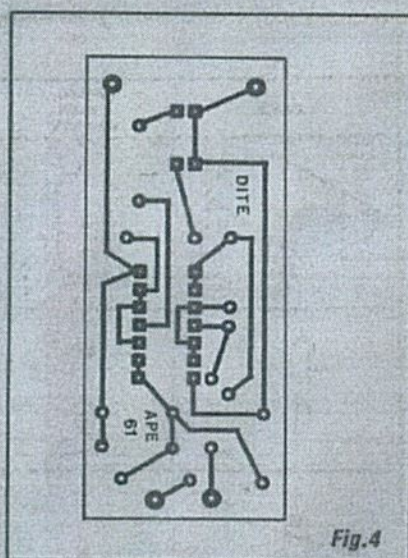

Fig. 4
- FIG. 4 - LAY OUT DO CIRCUITO IMPRESSO ESPECÍFICO - De muito fácil realização, a placa do Impresso específico mostra um padrão de ilhas e pistas pouco "congestionado" (as partes cobreadas são vistas em preto, na figura, escala 1:1...), mesmo porque os componentes são poucos e foram propositalmente distribuídos de forma não muito "apertada"... Ainda assim, as dimensões e formas finais resultaram elegantes, compactas e práticas para a acomodação no pretendido *container* (mais detalhes nas próximas figuras...). Na traçagem, recomendamos o uso de decalques, para que tudo fique com aparência bem profissional, e também para reduzir as chances de falhas ou erros de corrosão... Não se esqueçam das várias "higienes" que a placa precisa, *antes* da traçagem, *depois* da corrosão e *depois* da furação... Confirmar tudo ao final, ainda antes de começar a "enfiar" as "pernas" e terminais de componentes para a soldagem (fica fácil corrigir eventuais lapsos na placa, enquanto a dita cuja ainda se encontra "livre" das peças...).